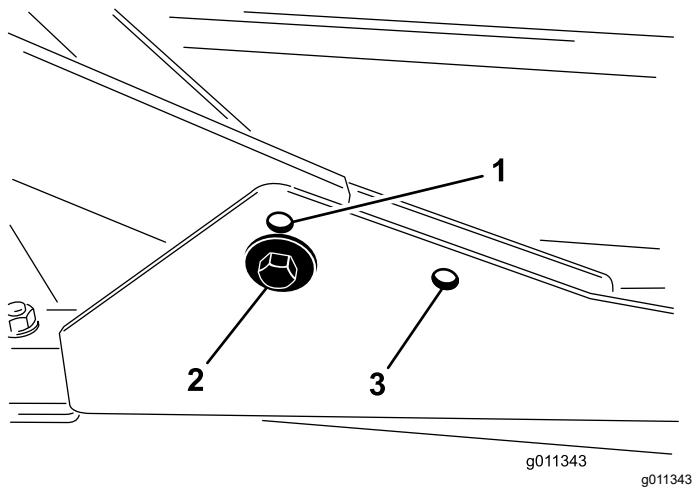

Figure 7
- Pour les hauteurs de coupe entre 2 et 7,6 cm, montez les bâts porteurs avant dans les trous inférieurs avant (Figure 7).
- Pour les hauteurs de coupe entre 6,3 et 10 cm, montez les bâts porteurs avant dans les trous supérieurs avant (Figure 7).
Quelle que soit la hauteur de coupe, l'unité de coupe arrière doit être montée dans les trous de montage arrière (Figure 7).